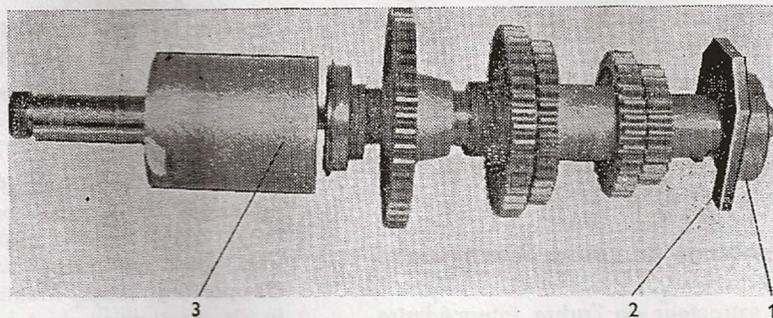
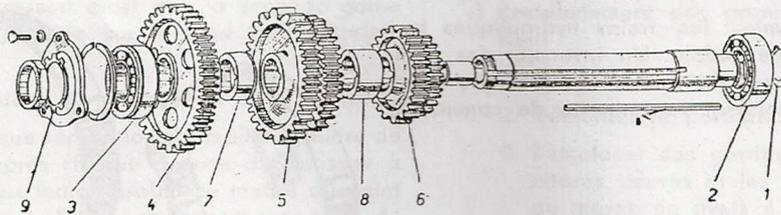

Fig. 129
Fig. 130
4. Mettre la cale d'appui (fig. 129/2) entre le roulement 6210 (6208, 6310) — fig. 129/1 et la troisième cloison de la boîte de vitesses.
5. Déposer l'anneau de retenue (fig. 130/1) freinant le roulement 6210 (6208, 6310). Appliquer la vis d'extraction du montage spécial dans l'arbre intermédiaire de l'arrière de la boîte de vitesses. Après avoir fait passer la vis d'extraction par l'arbre intermédiaire, emmancher sur cette vis le tube entretoise (fig. 129/3) prenant appui sur la paroi avant de la boîte de vitesses. Serrer l'écrou de la vis d'extraction pour extraire le roulement arrière de l'arbre intermédiaire 6210 (6208, 6310) — fig. 130/2.
(Le montage correct de l'extracteur voir la figure 129.)
S'il faut remplacer le roulement 6209 N (6208 N, 6211 N) — fig. 130/3, le chasser de la deuxième cloison intérieure de la boîte de vitesses.
vers pignon (fig. 130/4, 5, 6) et les anneaux entretoises (fig. 130/7, 8) dans l'ordre inverse de leur dépose. Faut d'une presse à main, utiliser l'enfonçoir spécial conçu pour cet usage.
2. Enfoncer légèrement dans la paroi de la boîte de vitesses le roulement 6210, (6208, 6310) (fig. 130/2). Pousser le roulement 6209 N (6308 N, 6211 N) — fig. 130/3 pour lui faire prendre contact avec l'anneau d'appui et le bloquer en fixant le couvercle inférieur.
6210 (6208, 6310) par l'anneau de retenue (fig. 130/1) et emmancher sur l'extrémité avant de l'arbre intermédiaire un frein d'écrou (fig. 130/9) et l'écrou KM 9 (KM 11 en cas de tracteur Zetor 4511). Serrer et freiner l'écrou. L'arbre intermédiaire doit tourner gras.